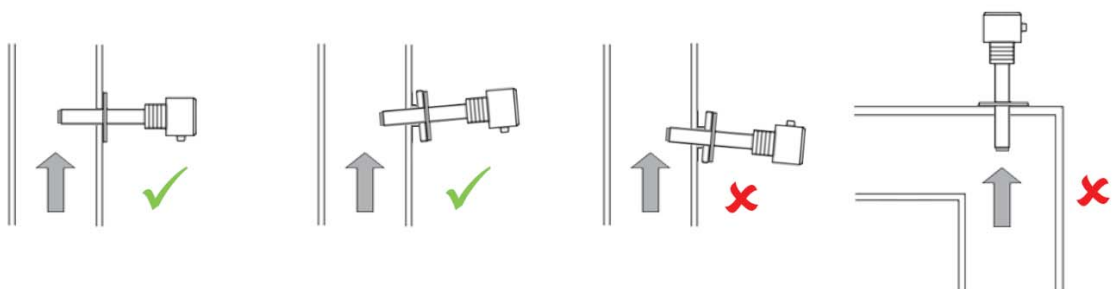

Abbildung 7 Montagebeispiele
- Vermeiden Sie einen Gasfluss direkt in die Probegasleitung: siehe Abb. 7.